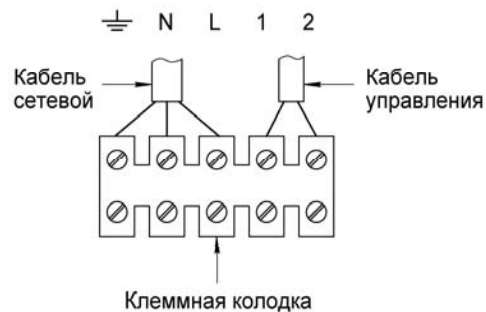
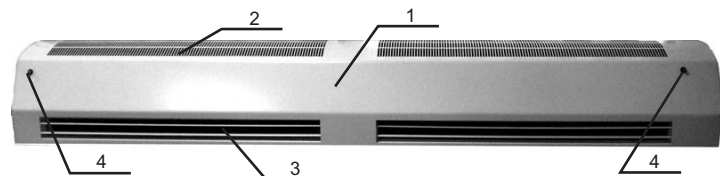
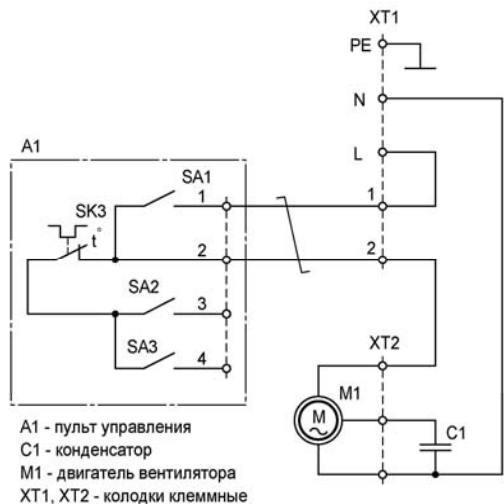

Рис.4 Схема подключения
Рис.1. Воздушно-тепловая завеса
Рис.2 Схема электрическая завесы WS 810
5.1 Завеса состоит из корпуса 1 (см. рис.1), изготовленного из листовой стали, покрытой высококачественным полимерным покрытием. Внутри корпуса расположены вентилятор и теплообменник из медных трубок с насадными алюминиевыми ребрами. Теплообменник установлен на входе воздуха в завесу. Вентилятор всасывает воздух через переднюю перфорированную стенку корпуса 2, поток воздуха, проходя через теплообменник, нагревается и выбрасывается через решетку 3 в виде узкой направленной струи. Управление вентилятором завесы осуществляется с выносного пульта управления (см. рис.2). На верхней стенке завесы расположены патрубки DIN 1/2" для подвода и отвода теплоносителя. Патрубки с резьбовыми заглушками 4 предназначены для слива теплоносителя при горизонтальной установке и выпуска воздуха при вертикальной установке завесы.
5.2 Электрические схемы завес приведены на рис.2 и рис.3 Приложения.
6.3 В задней стенке корпуса завесы имеются 2 пары пазов: для горизонтальной установки и для вертикальной. За эти пазы завеса навешивается на предварительно вмонтированный в стену крепеж. В качестве крепежа рекомендуются шурупы или болты с диаметром шляпки от 11 до 14 мм. Для дополнительной фиксации или установки на кронштейны на задней стенке имеются четыре резьбовых отверстия М6. Установочные и габаритные размеры завесы см. рис.1 Приложения.
6.5 Пульт управления подключать в соответствии с электрической схемой завес (см. рис.2 и рис.3 Приложения) и схемой подключения (см. рис.4 Приложения). Для подключения использовать двухжильный кабель сечением медной жилы 0,5 - 1,0 мм².
- отвернув два самореза, снять крышку на верхней стенке корпуса завесы и подключить кабель к клеммной колодке завесы в соответствии с электрической схемой и рис.4 Приложения.
6.6 Подключение завесы к электросети осуществляется через автоматический выключатель **после подключения пульта управления**. Для этого необходимо подключить силовой кабель к клеммной колодке завесы в соответствии с рис.4 Приложения. Для подключения использовать трехжильный кабель сечением медной жилы не менее 1 мм².